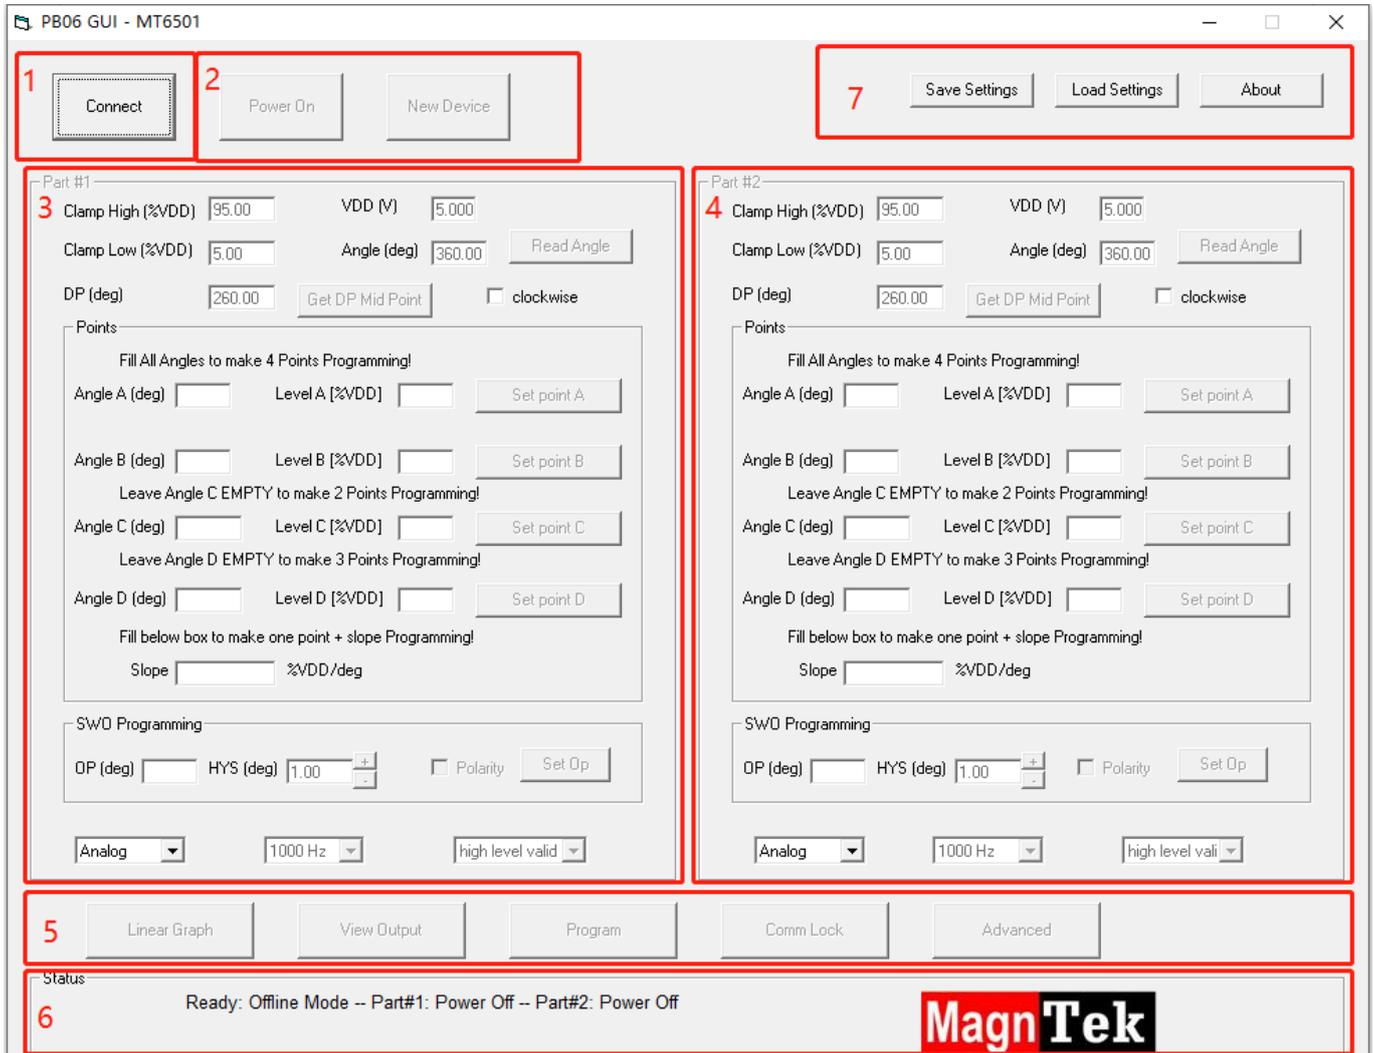

图 5.1.2 双路单电源编程界面
- 单击 Dual Parts Single Source 按钮，进入双路单电源编程界面，图 5.1.2.